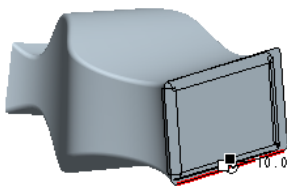
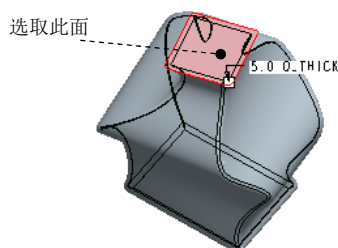

图 8.9.19 底部圆角
图 8.9.20 抽壳特征
Step4. 对图 8.9.19 所示的模型底部进行圆角，圆角半径值为 10.0。
(1) 单击 **模型** 功能选项卡 **工程** 区域中的“壳”按钮 .
(2) 要去除的面如图 8.9.20 所示，抽壳厚度值为 5.0。